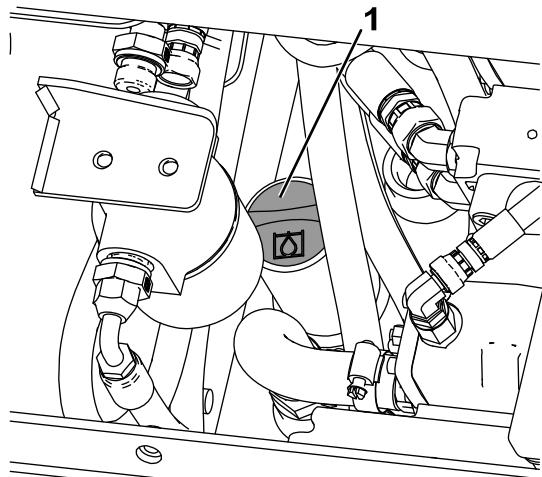

図 64
7. 油圧オイルタンクの注油口の周囲をきれいに拭く図 64。